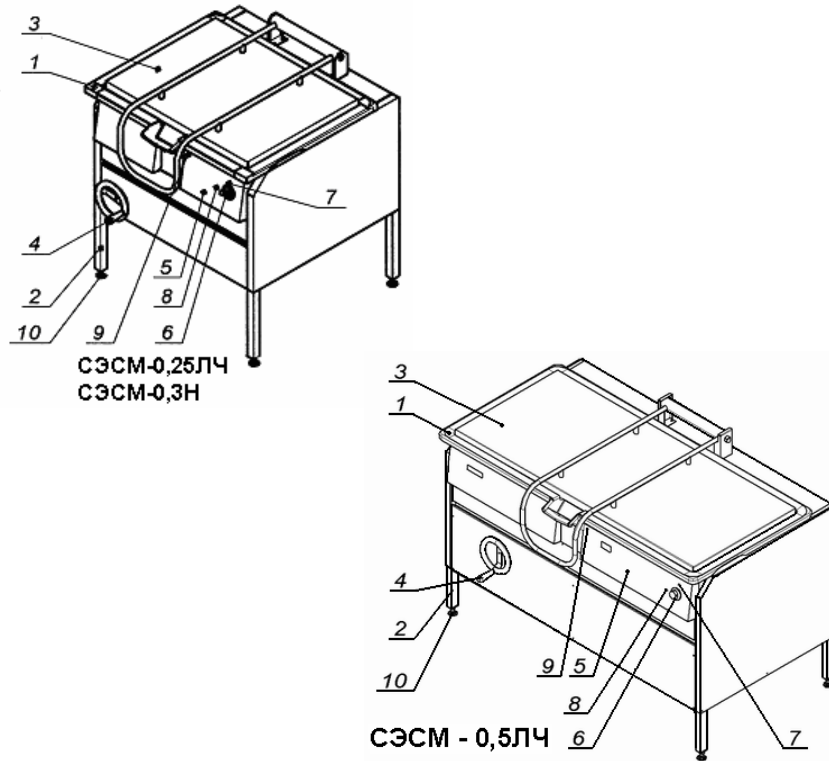
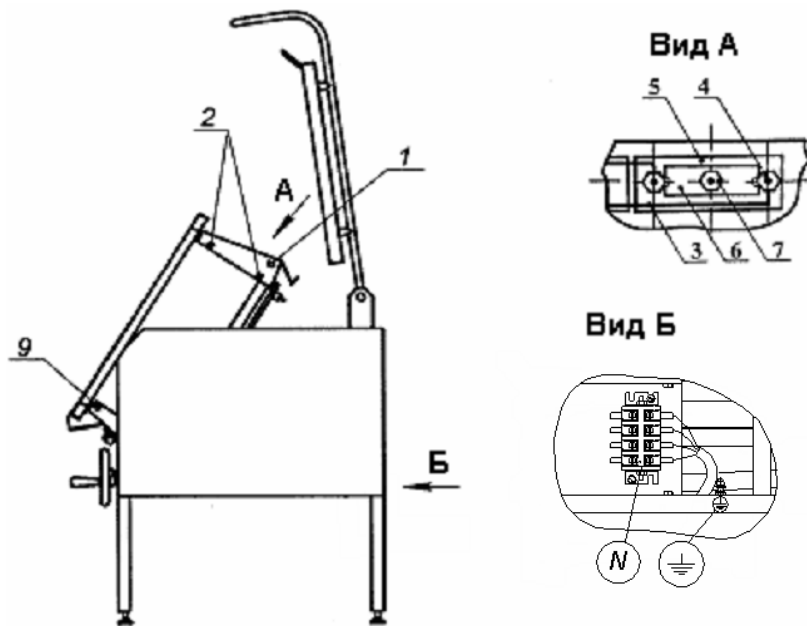

Рис.1
Рис.2
4.1 Общий вид сковород представен на рис. 1
4.2 Сковорода представляет собой прямоугольную чашу (рис.1, поз.1), боковые цапфы которой шарнирно закреплены на раме (рис.1, поз.2).
Нагрев чаши осуществляется ТЭНами, установленными под подом чаши. ТЭНы вставлены и закреплены с тыльной стороны чаши. Обслуживание и замена ТЭНов производится при открытой крышке, наклонённой в крайнее положение чаши и снятом кожухе (рис.2, поз. 1), для чего необходимо вывернуть 4 винта (рис.2, поз.2), крепящие кожух к чаше.
Сковорода оборудована терморегулятором капиллярным (рис.1, поз.6) пода чаши и сигнальными лампами (рис.1 поз.7, 8), установленными на правой лицевой панели (рис.1, поз. 5) чаши.
Лампа «сеть» (рис.1, поз.7) сигнализирует о включении сковороды в электросеть.
Лампа "работа" (рис.1, поз. 8) сигнализирует о подаче напряжения на ТЭНы.
Для удобства обслуживания, правая лицевая панель (рис.1, поз.5) может быть откинута на петлях, для чего необходимо вывернуть 2 винта (рис.1, поз.9 и рис.2, поз.9), крепящие панель к чаше.
Чаша накрывается откидной крышкой (рис.1, поз.3), снабженной пружинным механизмом, который обеспечивает легкий подъем и фиксацию крышки в открытом положении.
Слева, на раме, размещен механизм наклона чаши (рис.1, поз.4). Наклон чаши, для выгрузки продукта, осуществляется, при открытой крышке, вращением маховика по направлению стрелки "наклон". Возврат чаши в рабочее положение осуществляется вращением маховика в противоположную сторону. При наклоне чаши, с включенными ТЭНами, на угол более 12° от горизонтали, ТЭНы автоматически выключаются.
Регулируемые опоры (рис.1, поз.10) позволяют производить регулировку сковороды в горизонтальной плоскости и регулировку высоты сковороды в диапазоне от 840 до 860 мм.
9.5.1 Для доступа к ТЭНам, необходимо снять кожух (рис.2, поз.1), вывернув 4 винта (рис.2, поз.2).
- отвернуть гайки (рис. 2, поз. 4) и снять с ТЭНа шины (рис.2, поз.3);
- отвернуть гайку (рис. 2, поз. 7) и снять распорную планку (рис.2, поз. 6), заменить ТЭН;
9.5.2 Для доступа к датчику-реле температуры и сигнальным лампам, необходимо вывернуть два винта (рис.1, поз.9 и рис.2, поз. 9) и откинуть правую лицевую панель чаши (рис.1, поз. 5) на петлях.
6.8 Заземлить сковороду отдельным проводом. Зажим заземления расположен рядом с клеммной колодкой (рис. 2, вид Б).
6.11 Подключить клеммную колодку (рис. 2, вид Б) к электросети U = 380В согласно маркировке.